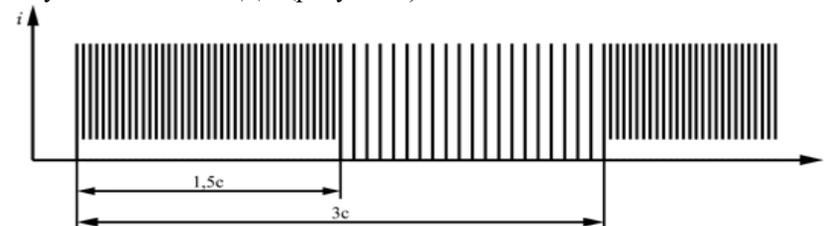

Рисунок 4 - Короткий период **КП**
2.2.4. Короткий период **КП** – чередование серий импульсов тока вида **ОН** с сериями импульсов тока вида **ДН** (рисунок 4).